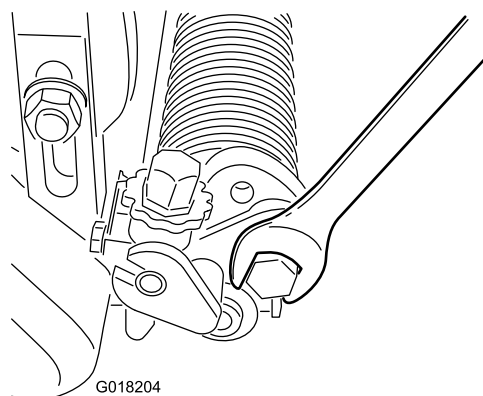

Рисунок 20
- A. Ослабьте болты на правом и левом рычагах барабана (Рисунок 20).
- C. Затяните болты фиксации регулировки (Рисунок 20).